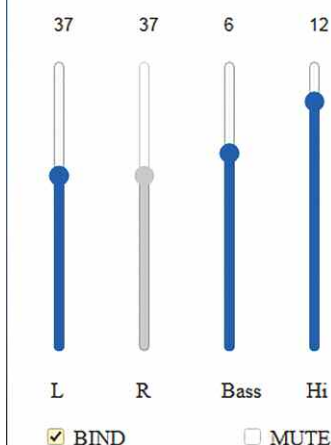

Рис. 1
Внешний вид интерфейса управления темброблоком показан на рис. 1. Он имеет регуляторы уровней громкости левого (L) и правого (R) каналов, тембра НЧ (Bass) и ВЧ (Hi), а также дополнительные элементы (чекбоксы) режимов связанного управления громкостью (BIND) и оперативного отключения каналов (MUTE). Установленные значения параметров сохраняются в энергонезависимой памяти МК.